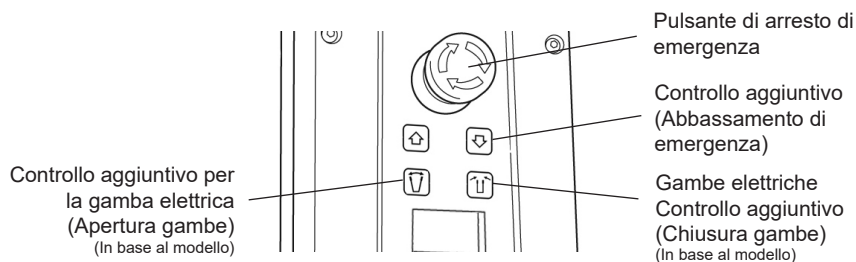

Fig. 8
- Collegare la batteria all'unità di controllo e ruotare in senso orario il pulsante rosso di arresto di emergenza dell'unità di controllo per portarlo in posizione estratta (ATTIVO) (Fig. 8).